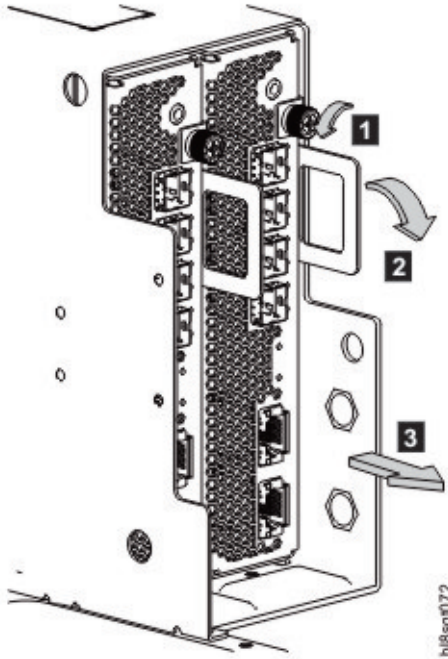
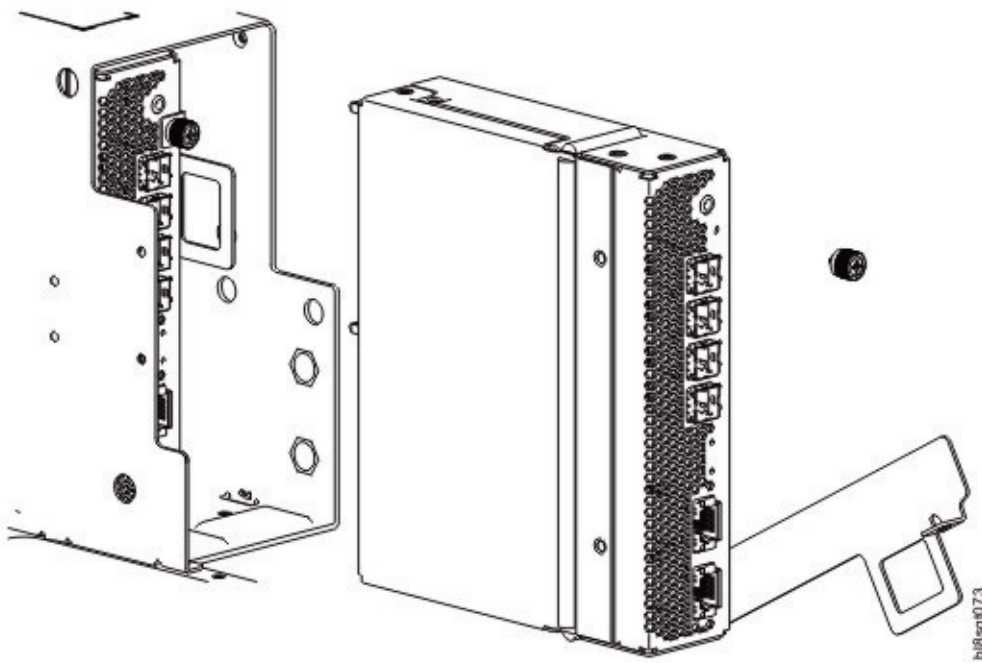

Figura 75. Removendo um módulo expansor IOM/EBOD (1 de 2)
Figura 76. Removendo um módulo expansor IOM/EBOD (2 de 2)
3. Destrave a alça da trava do módulo expansor IOM/EBOD girando o parafuso de aperto manual no sentido anti-horário, conforme mostrado no detalhe nº 1 em Figura 75 na página 88.
4. Segure a alça da trava do IOM entre o polegar e o dedo indicador e puxe. Gire a alça para fora e para baixo para alavancar o módulo expansor IOM/EBOD para fora do gabinete, conforme mostrado nos detalhes nº 2 e nº 3 em Figura 75 na página 88.
5. Segure a alça da trava e solte o módulo expansor IOM/EBOD para frente do slot, conforme mostrado no Figura 76.
Nota: Ao executar o procedimento a seguir, consulte a Figura 76 na página 88 e a Figura 75 na página 88 enquanto ignora a seta direcional. Para a instalação, o módulo expansor IOM/EBOD irá percorrer a direção oposta em relação à seta mostrada.